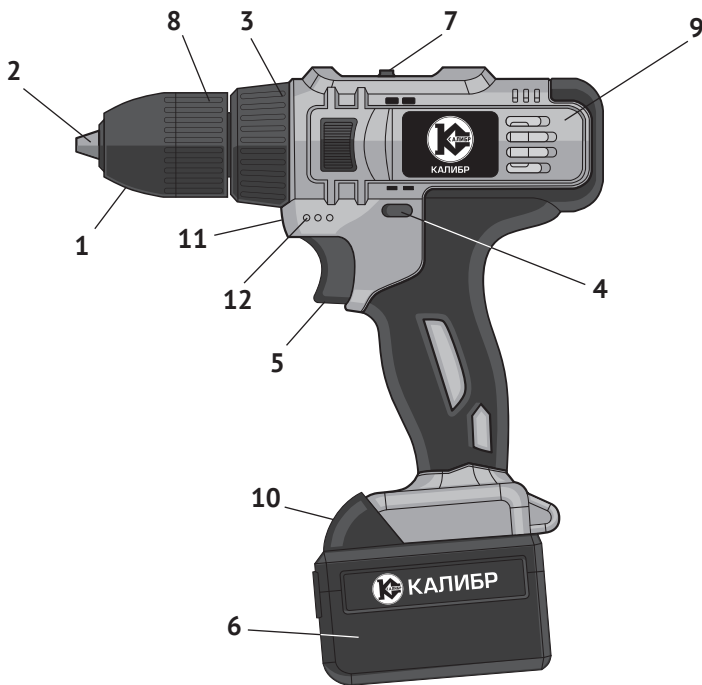

рис. 1
1.6 Общий вид дрели представлен на рис.1
1.7 Механизм дрели расположен в обрешиненном пластиковом корпусе (рис.1 поз.9), состоящем из двух частей: правой и левой. Он состоит из электродвигателя постоянного тока и редуктора с планетарным 2-х скоростным механизмом. В нижней части корпуса, выполненного в форме рукоятки, находится выключатель и разъём для присоединения аккумуляторной батареи.
1.8 Клавиша выключателя (рис.1 поз.5) расположена в передней части рукоятки. При нажатии на клавишу включается двигатель дрели. Усилие, приложенное к клавише, изменяет скорость вращения двигателя. При запуске двигателя автоматически включаются: светодиод (рис.1 поз.11), обеспечивающий локаль-
ную подсветку рабочей области и индикаторы (рис.1 поз.12), отображающие степень заряженности подключённой АБ.
Над клавишей выключателя находится переключатель реверса (рис.1 поз.4), пластинчатой конструкции. В нейтральном положении он выполняет функцию блокиратора клавиши от случайного включения. Стрелками на торцах пластины, указывает направление вращения патрона.
1.10 В передней части корпуса расположено кольцо регулировки (рис.1 поз.3). Это кольцо фиксирует одну из 18-ти позиций предельного момента затяжки, при работе дрелью, как шуруповёртом, или переключает редуктор в режим сверления – символ «сверло».
Внимание! Перед установкой/извлечением аккумуляторной батареи отключить инструмент, установив переключатель направления вращения (рис.1 поз.4) в среднее положение (блокировка клавиши выключателя).
- для извлечения батареи из дрели нажать кнопку фиксации (рис.1 поз.10) аккумуляторной батареи и извлечь её из рукоятки, вытягивая вперёд, к патрону.
- установить переключатель направления вращения (рис.1 поз.4) в положение блокировки клавиши выключателя;
- удерживая кольцо патрона (рис.1 поз.8) одной рукой, другой вращать
переднюю часть патрона (рис.1 поз.1) против часовой стрелки до разведения кулачков патрона (рис.1 поз.2) на расстояние, необходимое для установки рабочего инструмента;
- удерживая кольцо патрона (рис.1 поз.8) одной рукой, другой вращать переднюю часть патрона (рис.1 поз.1) по часовой стрелке до фиксации рабочего инструмента кулачками патрона;
- сдвинуть переключатель направления вращения (рис.1 поз.4) в сторону, нужную для вращения патрона;
- для включения дрели необходимо нажать и удерживать клавишу выключателя (рис.1 поз.5);
- в среднем положении переключатель направления вращения (рис.1 поз.4) блокирует клавишу выключателя, исключая случайное включение дрели;
2.2.5 Функции регулировочного кольца (рис.1 поз.3):
На регулировочное кольцо (рис.1 поз.3) нанесены символы: от «1» до «18» - 18 фиксированных положений предельного момента затяжки, символ «-» и символ «дрель». Выставление нужного режима работы осуществляется совмещением соответствующего символа со стрелкой на корпусе дрели.
- выставив ползунком переключателя (рис.1 поз.7) диапазон «1» получаем при низком числе оборотов (350 об/мин) высокий показатель крутящего момента. Этот режим применяется при закручивании шурупов, винтов, саморезов и болтов больших размеров;
- повернуть кольцо регулировки (рис.1 поз.3) в положение «сверло»;